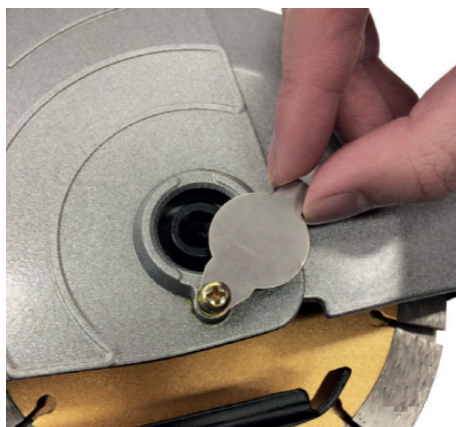

Abb. 8
- Schieben Sie die Klappe zur Seite, Abb.8.